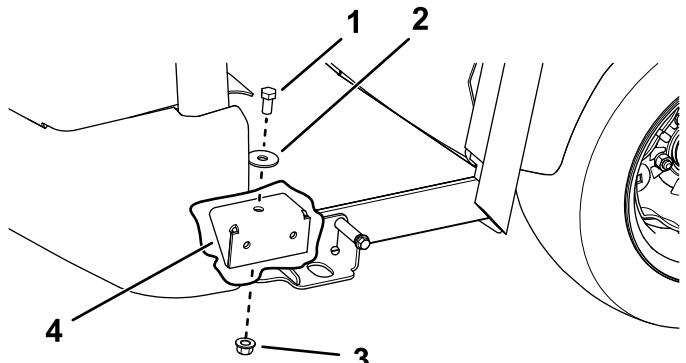

図 27
5. 前キャブ取り付けブラケットを取り付ける左右それぞれに六角ヘッドボルト7/16"、スラストワッシャ、ロックナット1/2"2 個を使用する図 27。